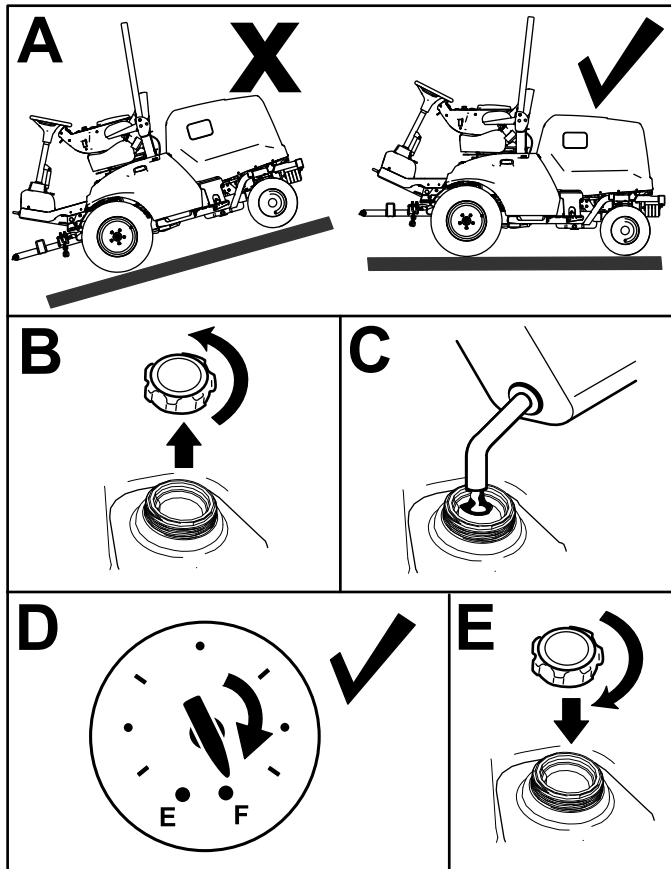

Figura 32
1. Estacione a máquina para uma superfície nivelada (Figura 32), engate o travão de estacionamento, desligue o motor e retire a chave